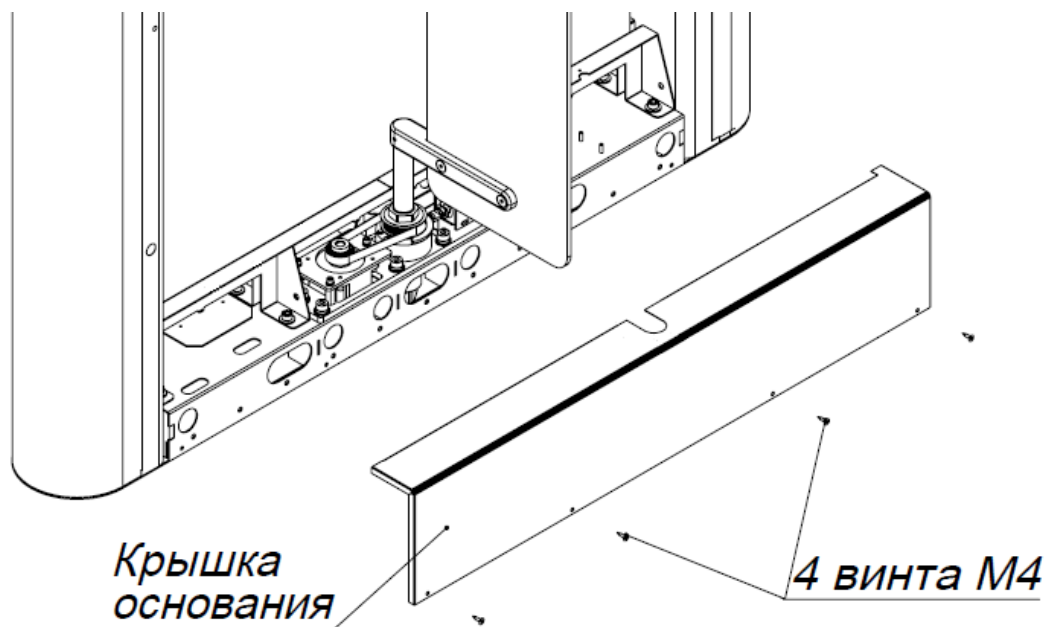

Рис. 1.
3.2. Для того чтобы получить доступ к необходимым узлам турникета нужно снять крышку основания, выкрутив винты М4 (рис. 1).